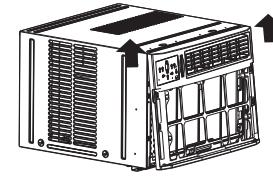

FIG. 3A
5. Levante suavemente el panel frontal de la unidad. (Ver Fig. 3A.)